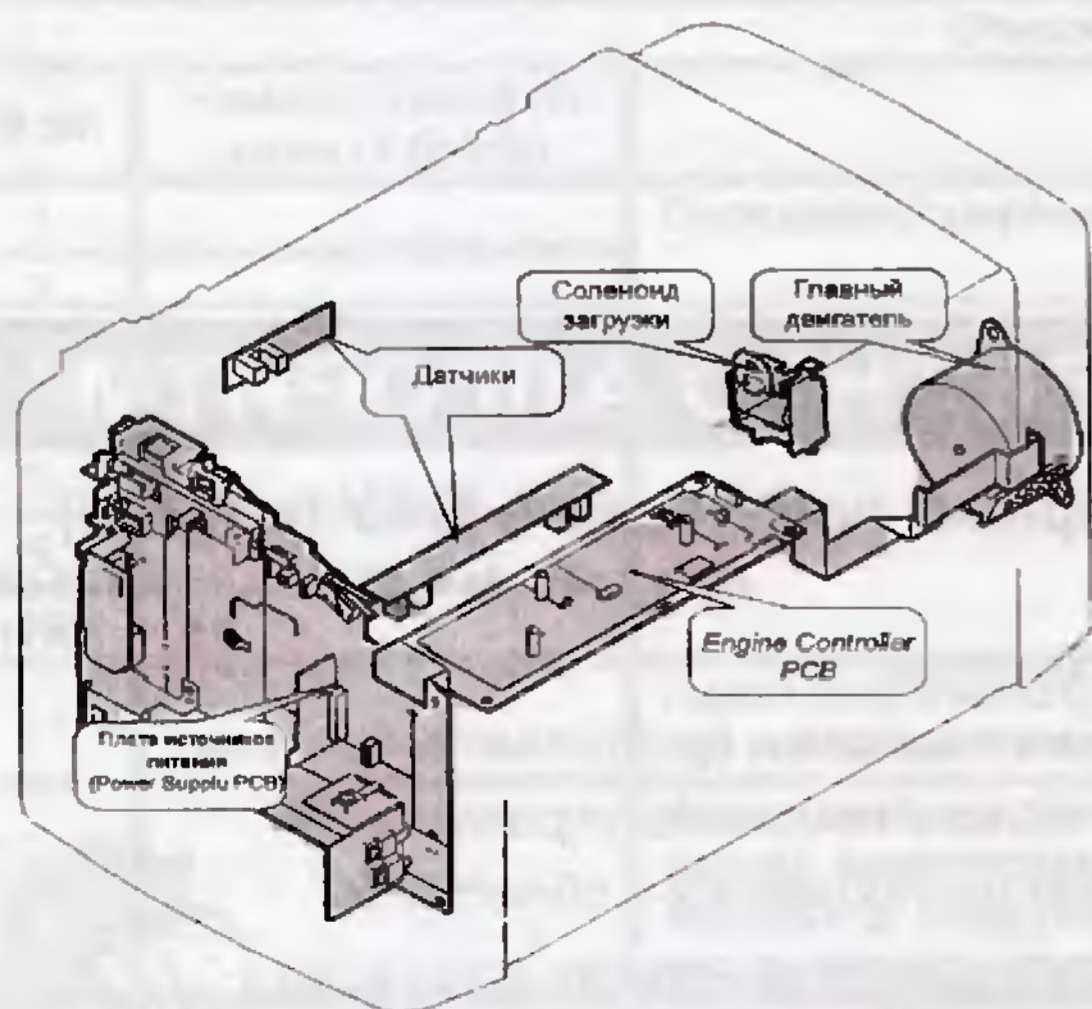

Рис. 1. Расположение в принтере МФУ HP LJ3050 платы источников питания (Power Supply PCB) и платы контроллера механизмов (Engine Controller PCB)
**К**ак и в подавляющем большинстве печатающих устройств фирмы HP блок питания МФУ HP LJ3050 располагается на отдельной плате, которая имеет название Power Supply PCB (плата источников питания). На данной плате также располагаются схемы высоковольтных источников для блока формирования изображения, схемы управления узлом закрепления, схемы защиты, механическая блокировка канала +24В, разъемы для подключения различных датчиков и других плат. Микросхемы контроллера механизмов, как в традиционной схемотехнике принтеров HP, здесь нет. В данном МФУ она находится на отдельной плате (Engine Controller PCB) и располагается в глубине МФУ около блока лазер-сканера, что в немалой степени затрудняет диагностику и ремонт данной платы (рис. 1). Например, когда необходимо активизировать тест самодиагностики механизмов "матроску" через специальный диагностический разъем, придется разобрать почти половину МФУ для того, чтобы соединить всего лишь несколько контактов этого разъема.